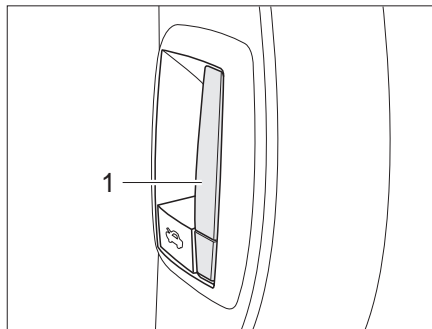

Fig. 29 Leva di sbloccaggio cofano motore interna
- Tirare la levetta (Fig. 29,1) situata sul cruscotto a sinistra della zona pilota. Il cofano motore si apre fino all'arresto del gancio di fermo.